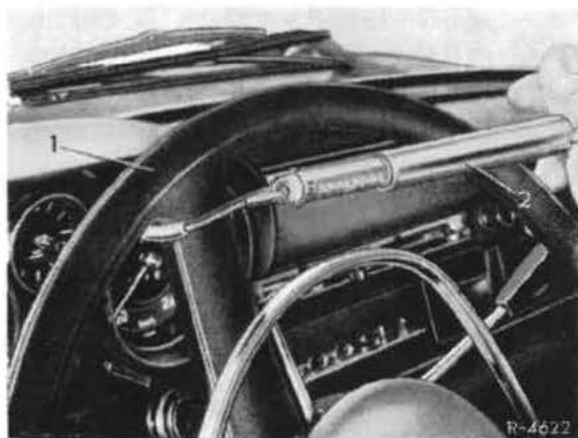

Bild 46–22/3
- 2 Zugfederwaage (2) an einer der beiden Lenkradspeichen einhängen und in einem Winkel von 90° das Lenkrad in Drehrichtung ziehen (Bild 46–22/3).